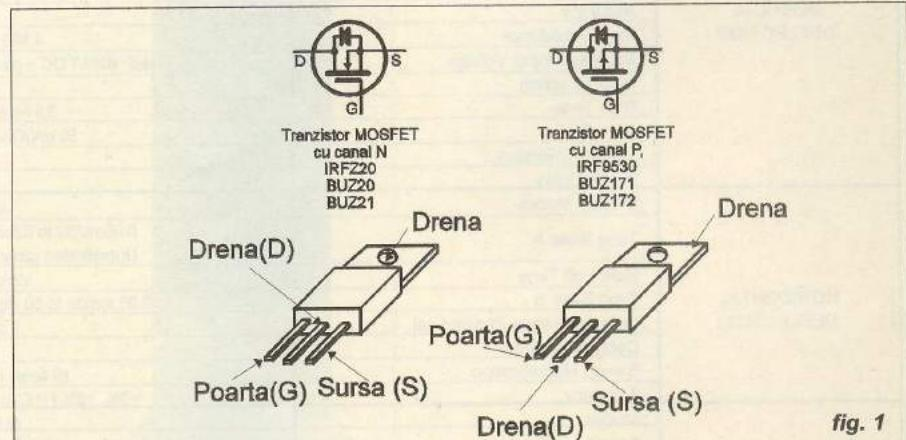

fig. 1
2. Dioda, intrinsecă formată, (fig. 1) între drena și sursa tranzistorului MOS, polarizată invers în funcționare normală, protejează tranzistorul (întrând în conducție) atunci când la ieșire apar supratensiuni mai mari decât tensiunea de intrare. Tranzistorul bipolar are nevoie de o componentă separată, o diodă, pentru a realiza acest lucru.